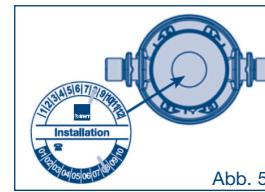

Abb. 5
6. Auf der beigelegten Einbauplatte das Datum (Monat/Jahr) der Installation kennzeichnen und auf den Filterkopf kleben (siehe Abb. 5)